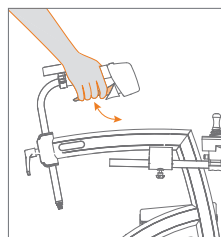

Figura 29: Rilasciare il freno di stazionamento
- d. Per rimuovere il deambulatore dalla posizione di parcheggio, premere nuovamente le maniglie dei freni e rilasciarle (**Figura 29**). Il rollator non è più in posizione di parcheggio.